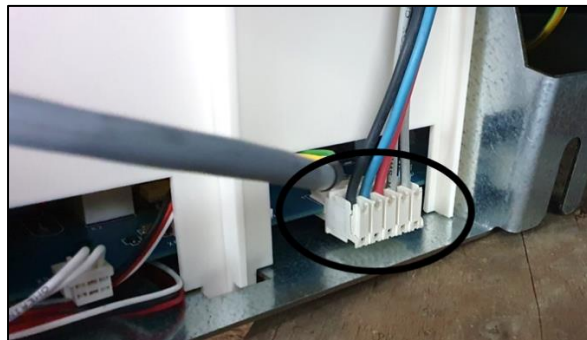

Fig.2.8
16. Conecte el cable adaptador **del motor** (Fig.2.8).